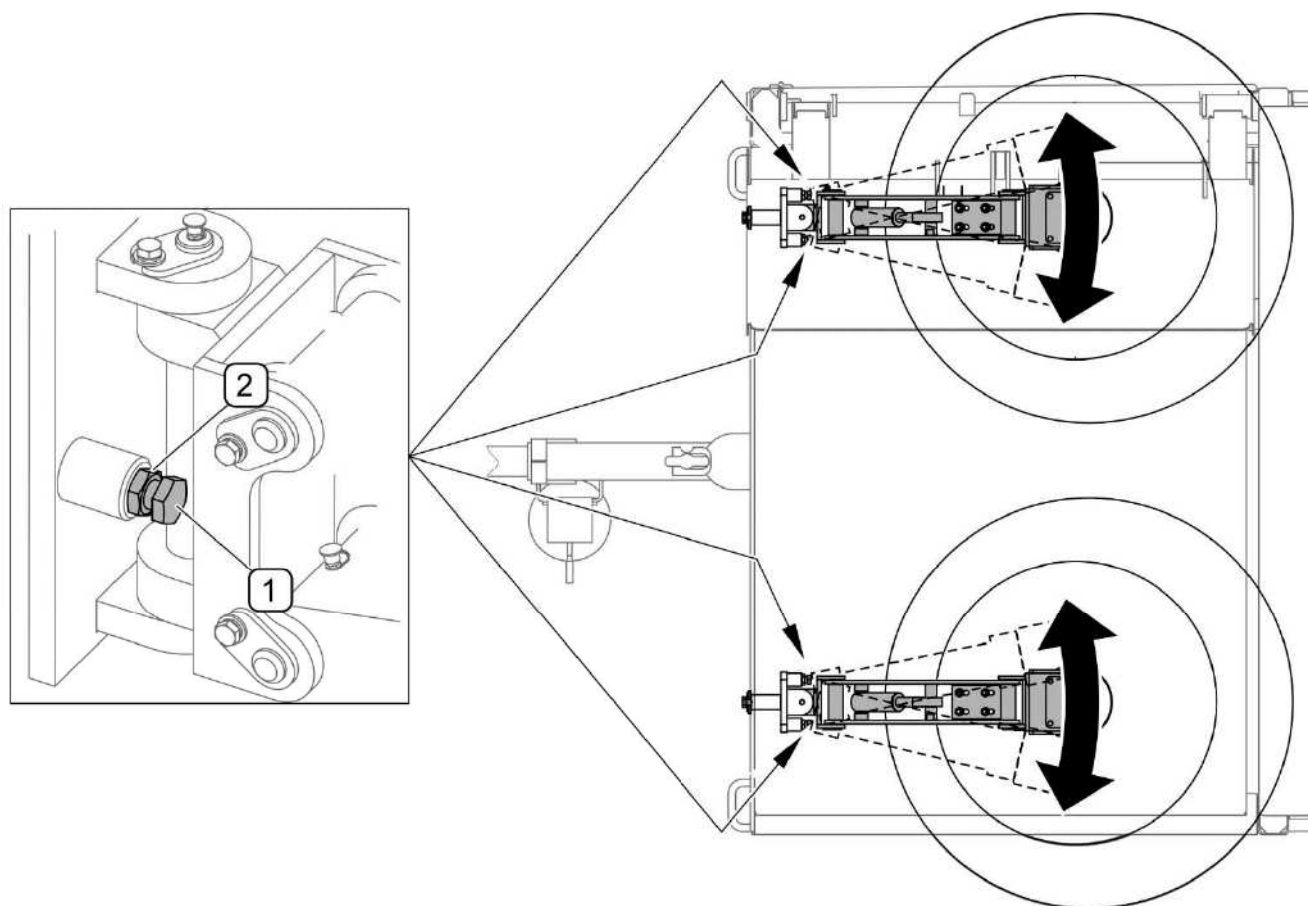

РИСУНОК 5.6 Регулирование бокового сдвига дисковых щеток
(1) - ограничитель бокового сдвига; (2) - контргайка
Во время работы правая и левая дисковые щетки (РИСУНОК 5.6) сдвигаются наружу машины. Предел горизонтального движения щеток ограничивается ограничительными болтами (1). На каждой вальцованной щетке имеются два ограничительных болта. Для изменения положения ограничителей (1) необходимо слегка отвинтить контргайку (2) и соответственно завинтить или отвинтить болт (1). По окончании регулирования затяните контргайку (2). Правую и левую щетки можно устанавливать произвольно в зависимости от требуемой ширины уборки.